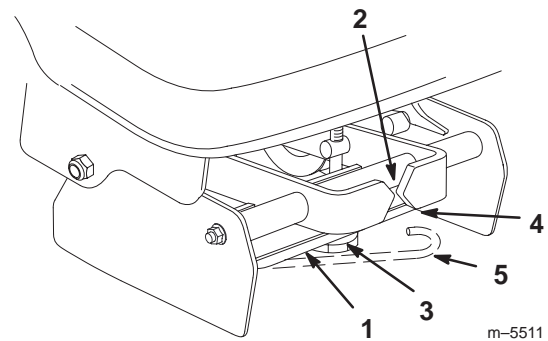

Figura 10
- Gire el brazo de alivio de tensión hacia el conjunto de las poleas y fíjelo posicionándolo según muestra la Figura 10.